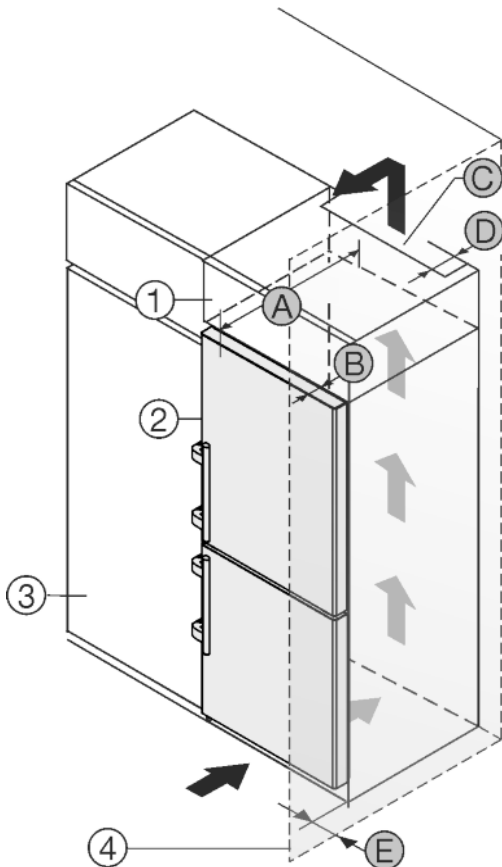

Fig. 11
Zariadenie môže byť zabudované medzi kuchynskými skriňami. Aby sa zariadenie Fig. 11 (2) prispôbilo výške kuchynskej linky, môže sa nad zariadením umiestniť nadstavňá skrinka Fig. 11 (1).
Zariadenie môže byť zabudované priamo vedľa kuchynskej skrine Fig. 11 (3). Pre úplné otvorenie dverí musí zariadenie vyčnievať o hĺbku Fig. 11 (B) prednej časti kuchynskej skrine. V závislosti od hĺbky kuchynských skriň a použitia dištančných držiakov na stenu môže zariadenie prečnievať ešte viac.
- Na zadnej strane nadstavnej skrine musí byť vetracia šachta s hĺbkou Fig. 11 (D) cez celú šírku nadstavnej skrine.
- Pod stropom miestnosti sa musí dodržať prierez vetracieho otvoru Fig. 11 (C).
Ak je zariadenie umiestnené so závesmi vedľa steny Fig. 11 (4), musí sa medzi zariadením a stenou dodržať vzdialenosť Fig. 11 (E). To zodpovedá presahu držadla pri otvorených dverách.